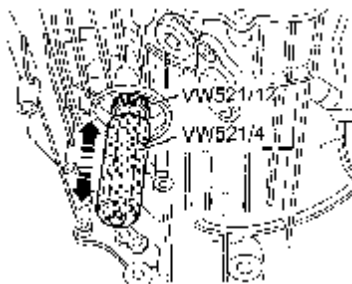

图 9-145 安装专用工具
(1) 拆卸从动轴。
(2) 用 VW681 拉出法兰轴的密封垫圈。
(3) 拆卸差速器的圆锥滚柱轴承外圈，取出调整垫片。
(4) 将没有调整垫片的圆锥滚柱轴承外圈推进止挡块。
(5) 将不带转速表主动轮的差速器装进壳体盆形齿轮左侧（侧盖的一侧），安装侧盖并用 25N·m 的力矩将螺栓拧紧。
(7) 把专用工具（图 9-145）装到差速器壳体旁边的变速器壳体一侧。
(10) 将差速器上下移动（图 9-145 箭头方向），读出千分表上的间隙值。